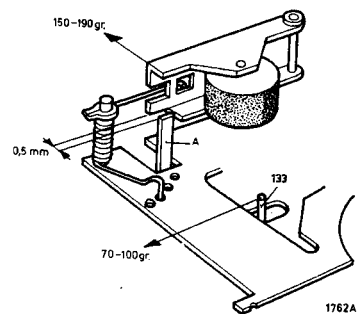

Fig. 2
- Beträgt die Stromzunahme weniger als 8 mA, dann ist die Andruckkraft des Antriebsrades von Rutschkupplungsbügel 133 gegen den rechten Spulenteller auf mindestens 70 g herabzusetzen (siehe Abb. 2).
- Beträgt die Stromzunahme mehr als 16 mA, dann ist die Andruckkraft bis maximal 100 g zu erhöhen (siehe Abb. 2).